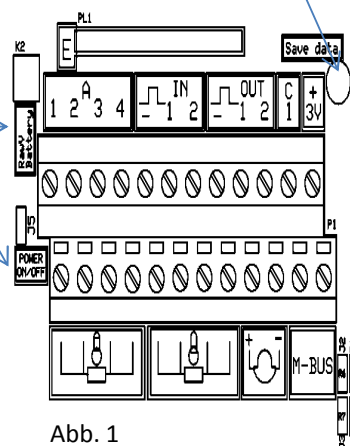

Abb. 1
1. Datensicherung ausführen. Am Rechenwerk Kurzschluss am Punkt „Save Data“ durchführen (s. Abb. 1).
3. Rechenwerk **komplett** spannungslos machen (Batterie **und** 230VAC abklemmen, s. Abb. 1)